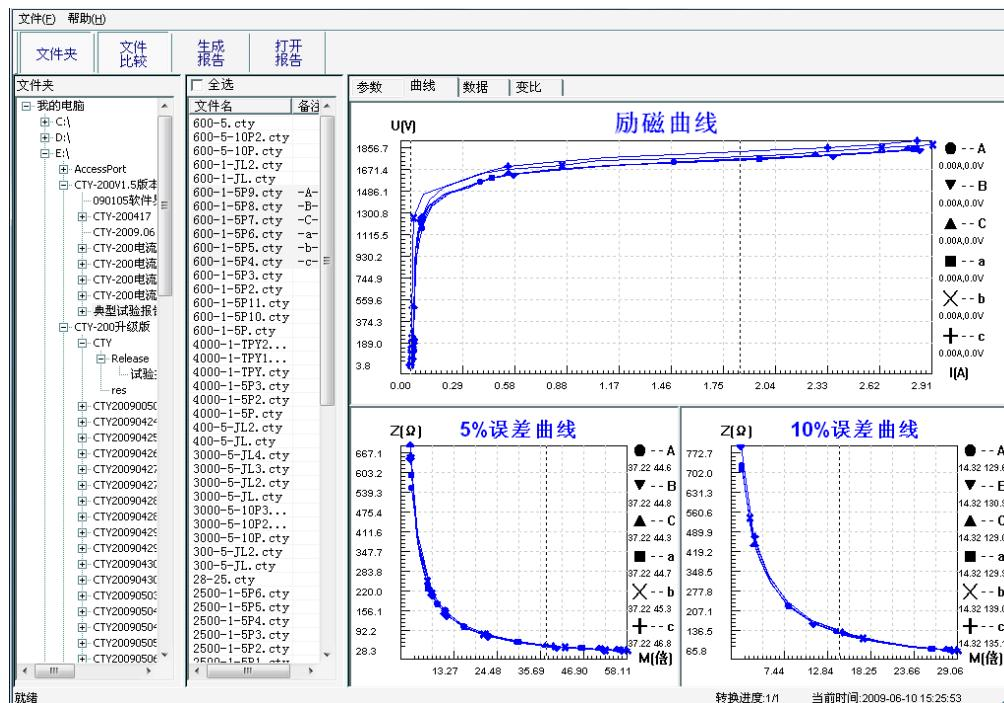

图 3.7 多个文件合并转换时曲线界面
1、选择文件：按下文件比较，用鼠标左键选择多个文件（鼠标右键取消选定），选定的文件会在备注栏中标注 A、B、C、a、b、c 字母，并在曲线页中显示多条曲线进行比较，如图 3.7。